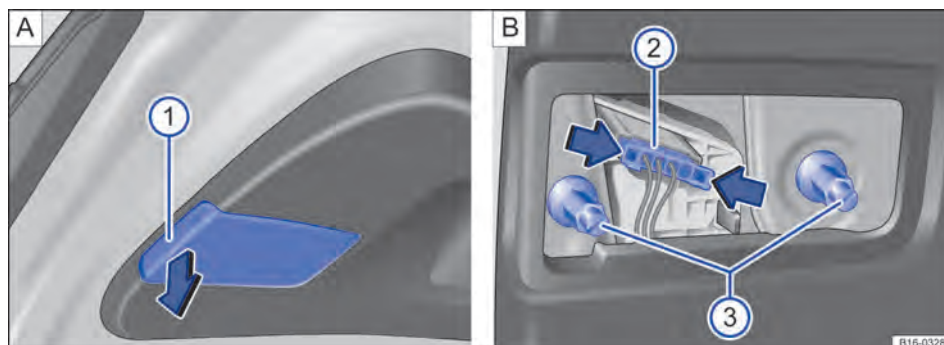

Fig. 254 Na tampa do compartimento de bagagem: **A** desmontar tampa da lanterna traseira, **B** desmontar lanterna traseira.
3.	Com a haste da chave de fenda das ferramentas de bordo ⇒ Página 409, levantar cuidadosamente a cobertura no entalhe ⇒ Fig. 254 A 1 .
4.	Apertar os encaixes no conector ⇒ Fig. 254 B 2 no sentido da seta e puxar o conector.
5.	Soltar os parafusos ⇒ Fig. 254 B 3 e retirar cuidadosamente a lanterna traseira da tampa do compartimento de bagagem.
9.	Segurar a lanterna traseira na posição de montagem com uma das mãos e rosquear os parafusos de fixação com a outra mão ⇒ Fig. 254 B 3 .
10.	Encaixar o conector ⇒ Fig. 254 B 2 no suporte da lâmpada. ▶